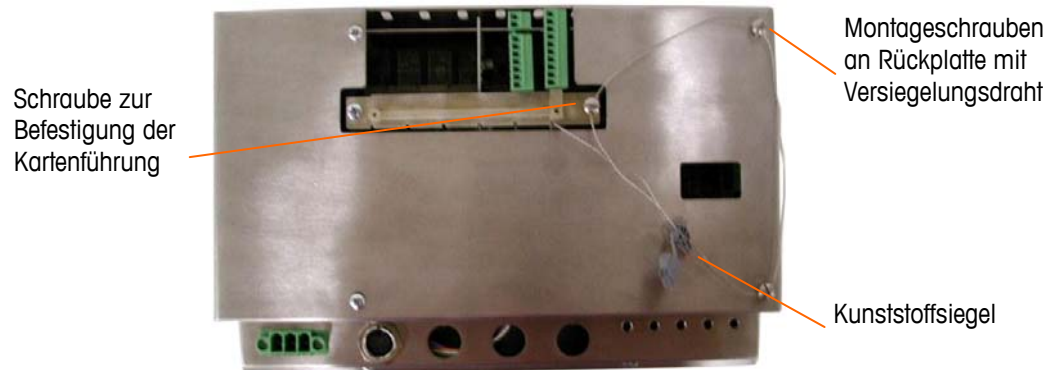

Abbildung 2-88: 3-Punkt-Versiegelung, Hintere Abdeckung des Schalttafelgehäuses
- Schließlich wird die Rückplatte des Gehäuses mit den zwei Standardschrauben und den drei in Abbildung 2-88 gezeigten Versiegelungsschrauben versiegelt – zwei zum Sichern der Platte in Position auf den Abstandsstücken und eine zum Sichern des einen Endes der oberen Kartenführung.